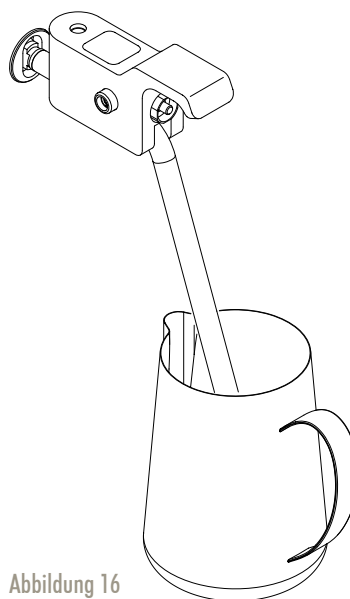

Abbildung 16
3. Halten Sie den Auslauf am schwarzen Griff und tauchen Sie das Dampfrohr in den Krug ein (Abb. 16).